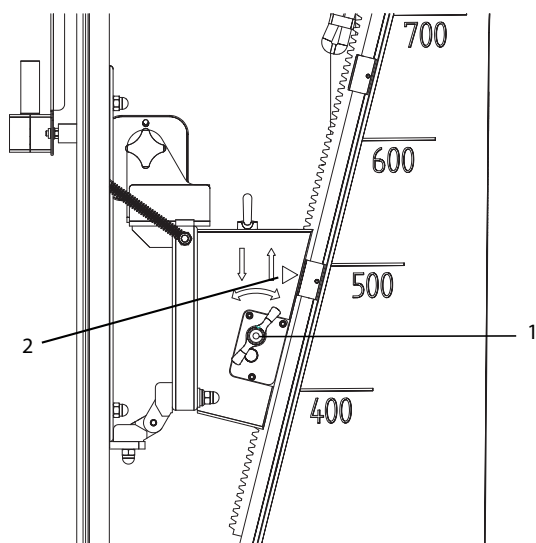

Fig. 9: Forskydning opad
2. Stil vertikaloplåsningen på "ned" (drej til venstre). Se også fig. 9.